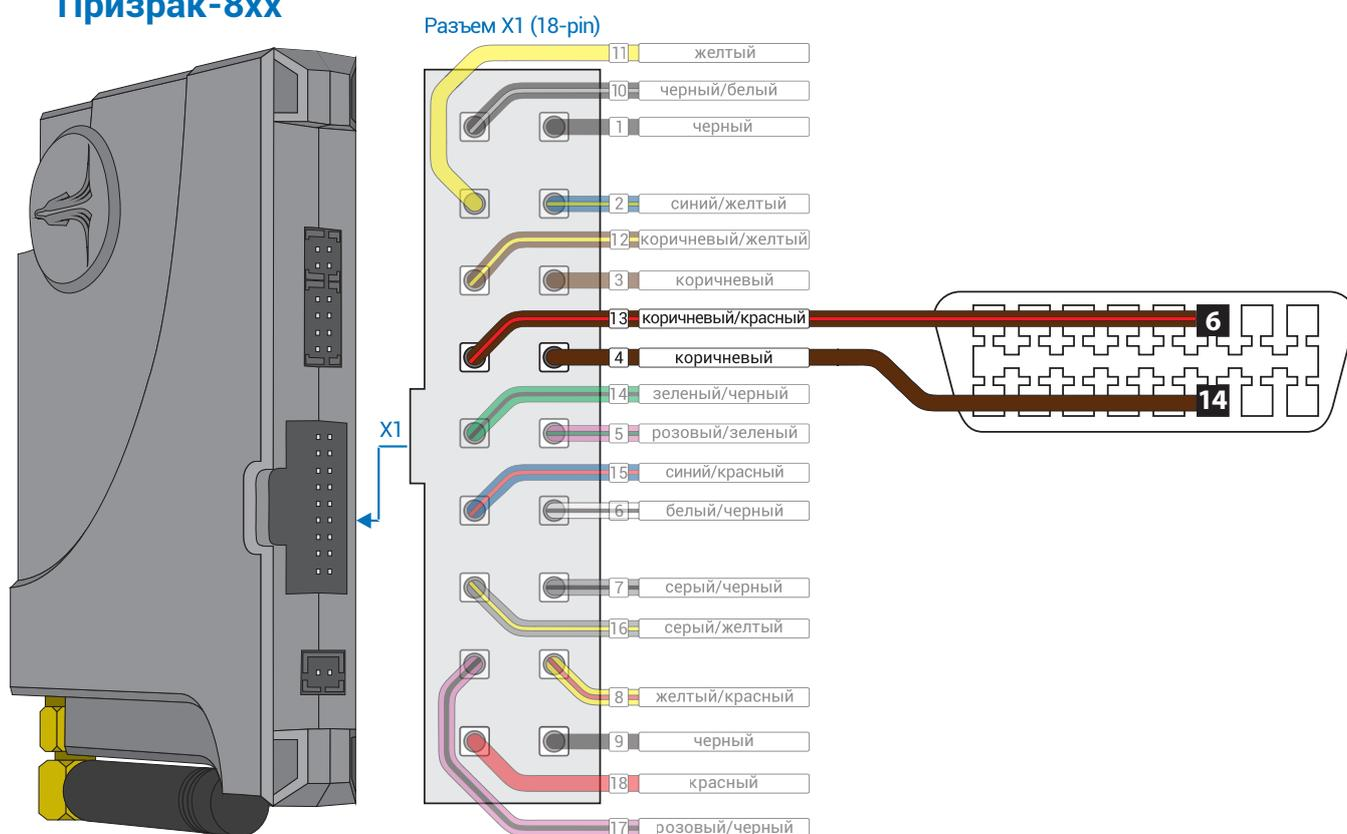

Рис.1 Призрак-8xx v7
1. Осуществите подключение (см. рис. 1) и согласуйте систему Призрак с а/м (см. Integrator).